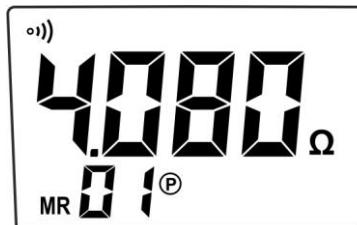

Fig. 29: Apresentação dos dados no display
- Premir durante (>2s) o botão **MEM** para aceder à área de memória. O instrumento apresenta o último dado guardado na memória e o símbolo “MR” (ver Fig.29)